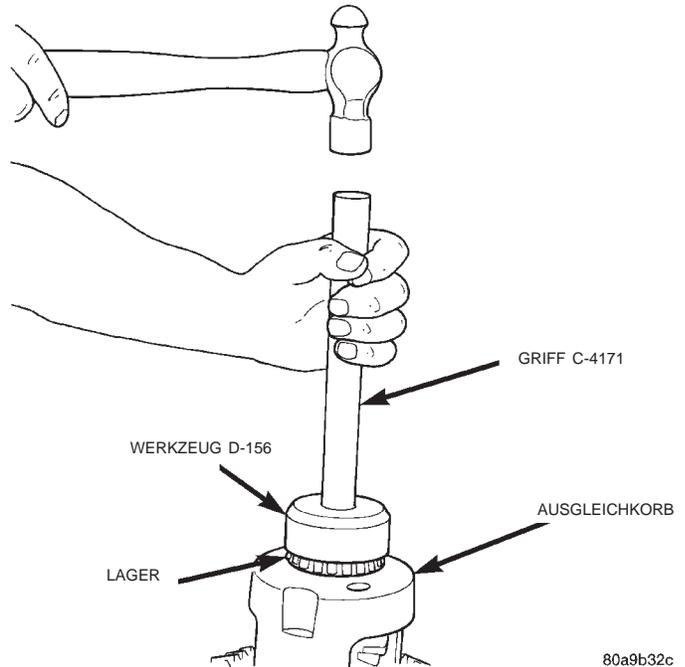

Abb. 24 Differentiallager einbauen
(1) Beilagen zur Vorspannungseinstellung an den Naben des Ausgleichkorbs montieren.
(2) Differentiallager mit Werkzeug D-156 und Griff C-4171 einbauen (Abb. 24).
(3) Ausgleichkorb in Differentialgehäuse einbauen.